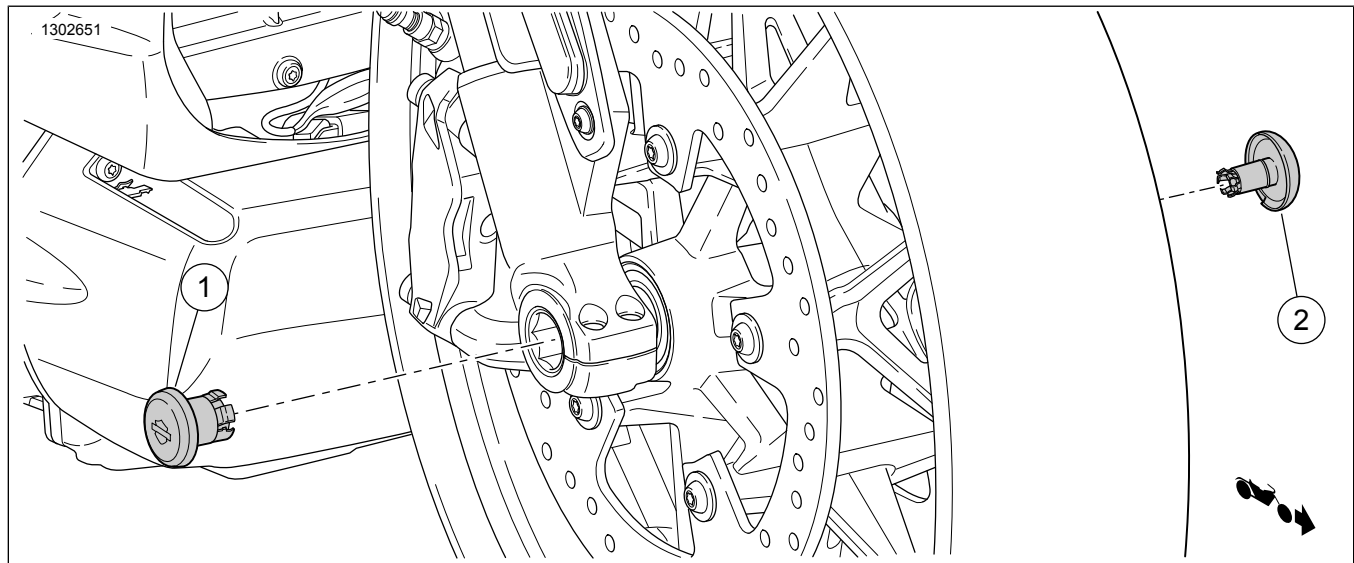

Figura 1. Conteúdo do kit: Coberturas do eixo
1. Ver Figura 1 . Aberto Equipamento original (OE) tampa de eixo (1,2).
1. Ver Figura 1 . Instalar **nova** tampa lateral do eixo (sextavado) (1).
2. Ver Figura 1 . Instalar **nova** tampa direita do eixo (circular) (2).